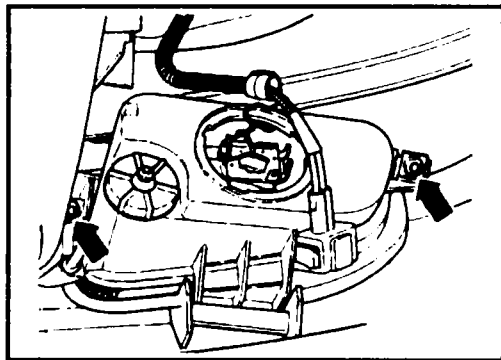

Рис. 11.34 Винты крепления противотуманной фары - модели выпуска с 1996 г.
- ◆ Выверните винты с крестообразным шлицем (типа Philips) - модели выпуска до 1996 г или винты с шлицевыми отверстиями (типа Torx) - модели выпуска с 1996 г (см. по стрелке рис. 11.34) и выньте противотуманную фару в сторону арки колеса.